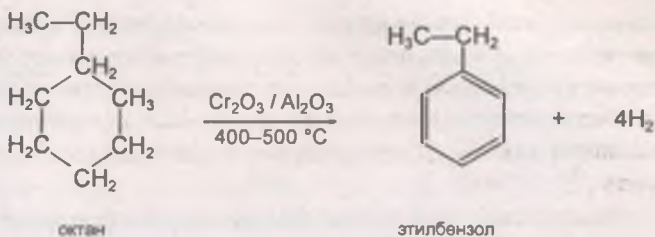

Рис. 110
- 2) каталитическая дегидроциклизация алканов — процесс отщепления водорода с одновременной циклизацией. Данный способ называется методом Казанского и Платэ. Реакция проходит при повышенной температуре с использованием катализатора, например оксида хрома (рис. 110);